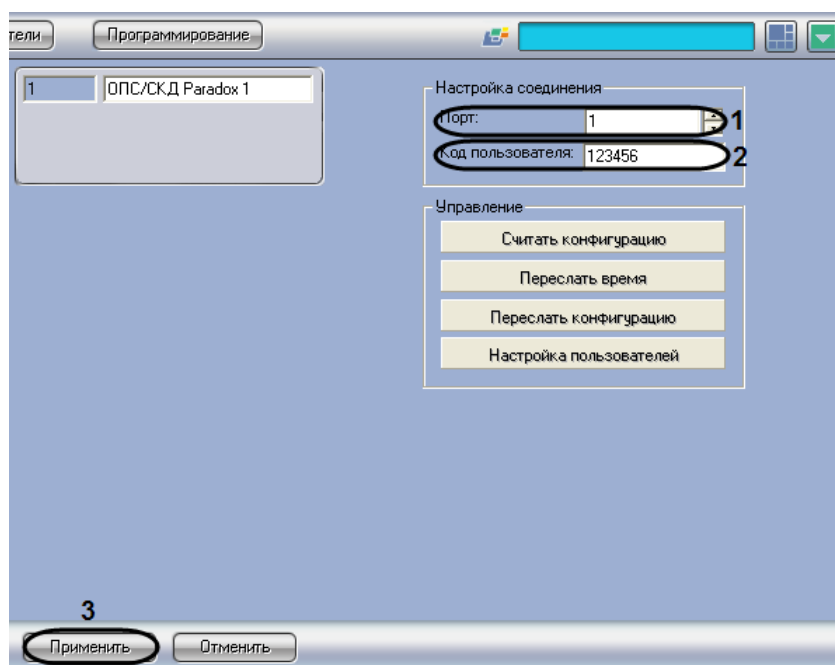

Рис. 3.2—2. Настройка соединения Сервера *Интеллект* с контрольной панелью EVO
1. Перейти на панель настройки объекта **ОПС/СКД Paradox** (Рис. 3.2—2).
2. В поле **Порт** ввести номер COM-порта Сервера *Интеллект*, используемый для соединения с контрольной панелью EVO (см. Рис. 3.2—2, 1).
3. В поле **Код пользователя** ввести код администратора контрольной панели EVO (см. Рис. 3.2—2, 2).